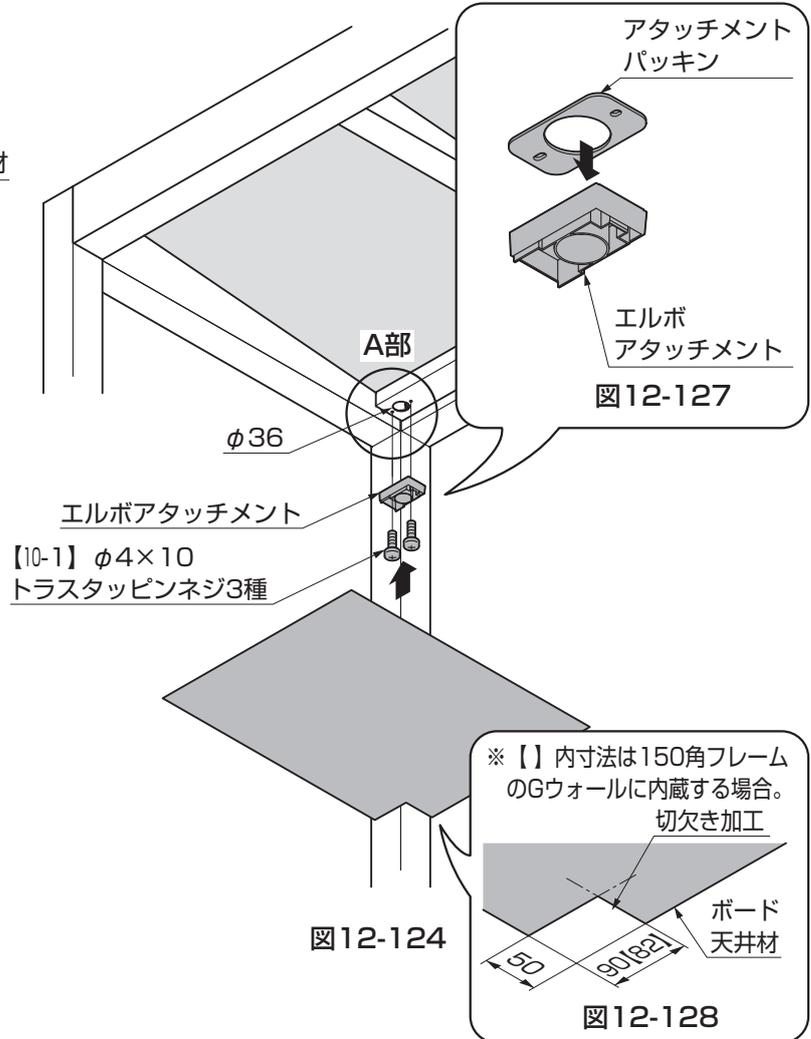

図12-128
- ②ボード天井材の樋がつく位置を確定し、切欠きを現場加工してください。(図12-128参照)
- ③ボード天井材を取付けてください。